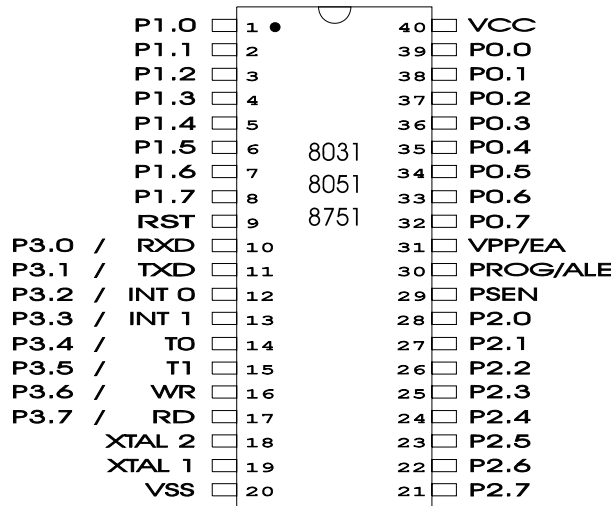

Figura 2. Distribución de los pines del AT89C52.
- **DIP** Dual In Line Package (figura 2).
La distribución de pines en el microcontrolador del tipo DIP, que en proyectos a nivel de aprendizaje es el mas apropiado se muestra en la siguiente figura 2.